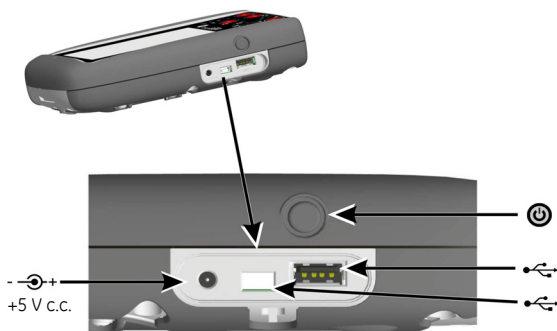

Fig. 2, Vedere din lateral
1. Conectați unitatea pentru rețeaua de alimentare c.c./pentru încărcătorul bateriei la conexiunea de $+5 V_{c.c.}$ de pe partea laterală a unității (Consultați: Fig. 2, Vedere din lateral).
2. Bateria poate fi, de asemenea, încărcată utilizând conexiunile USB (Consultați: Fig. 2, Vedere din lateral).
Dacă instrumentul este oprit, apăsați butonul de alimentare (Consultați: Fig.2, Vedere din lateral) până când se afișează tabloul de bord.